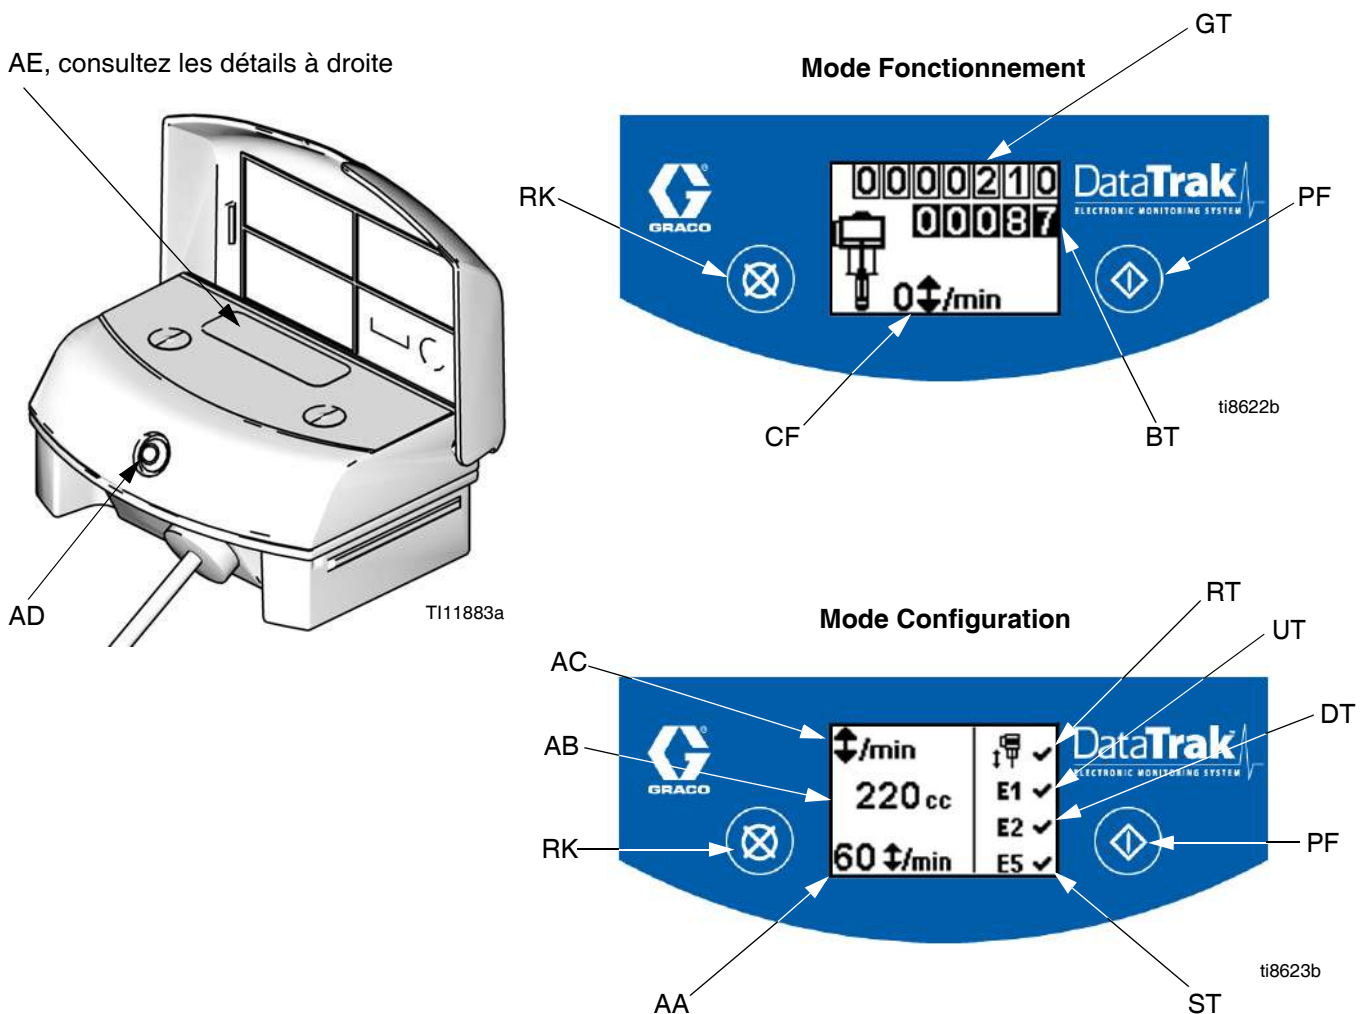

FIG. 9. Commandes et témoins du DataTrak
Légende de la Fig. 9
1. Consultez la FIG. 9. Appuyez et maintenez  pendant 5 secondes jusqu'à ce que le menu Configuration apparaisse.
REMARQUE : lorsque les options d'erreur E1, E2 et E5 et la protection contre l'emballement sont activées,  apparaît dans l'écran de configuration. Consultez la FIG. 9.
1. Consultez la FIG. 9. Si l'emballement de la pompe se produit, l'électrovanne d'emballement s'enclenchera, arrêtant ainsi la pompe. La DEL (AD) clignotera et l'affichage (AE) indiquera une condition d'emballement (consultez le Tableau 1). L'affichage
5. Ouvrez la vanne d'air principale (U) pour redémarrer la pompe.
REMARQUE : pour désactiver la surveillance des emballlements, passez en mode de configuration et mettez la valeur d'emballlement à 0 (zéro) ou basculez (RT) sur arrêt  (consultez la FIG. 9).
1. Consultez la FIG. 9. Pour entrer en mode Amorçage/Rinçage, appuyez sur n'importe quelle touche pour activer l'affichage puis appuyez sur . Le symbole Amorçage/Rinçage apparaîtra dans l'affichage et la DEL clignotera
2. En mode Amorçage/Rinçage, la protection contre l'emballlement est désactivée et le totalisateur de lots (BT) ne compte pas. Le grand totalisateur (GT) continue le décompte.
Consultez la FIG. 9. Le dernier caractère du totalisateur de lots (BT) représente les dixièmes de gallons ou de litres. Pour réinitialiser le totalisateur, appuyez sur n'importe quelle touche pour activer l'affichage puis appuyez sur  et maintenez pendant 3 secondes.
Consultez la FIG. 9. L'affichage (AE) s'éteindra après 1 minute d'inactivité en mode de fonctionnement ou après 3 minutes en mode de configuration. Appuyez sur n'importe quelle touche pour activer l'affichage.
DataTrak peut diagnostiquer plusieurs problèmes de pompe. Lorsque le dispositif de contrôle détecte un problème, la DEL (AD, FIG. 9) clignote et un code de diagnostic apparaît à l'affichage. Consultez le Tableau 1.